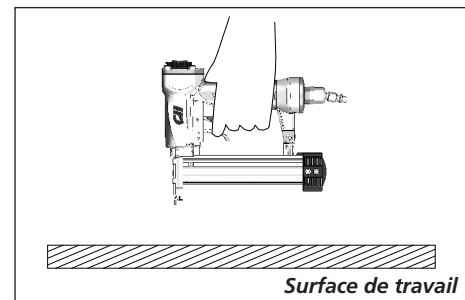

Figure 12
6. Retirer la cloueuse de la surface de travail. La PC doit revenir à sa position originale vers le bas. Tirer la gâchette (voir la Figure 12) La cloueuse **NE DOIT PAS ÊTRE EN MARCHE**. Ne pas utiliser l'outil s'il fonctionne en le relevant de la surface de travail. Des blessures pourraient en résulter.